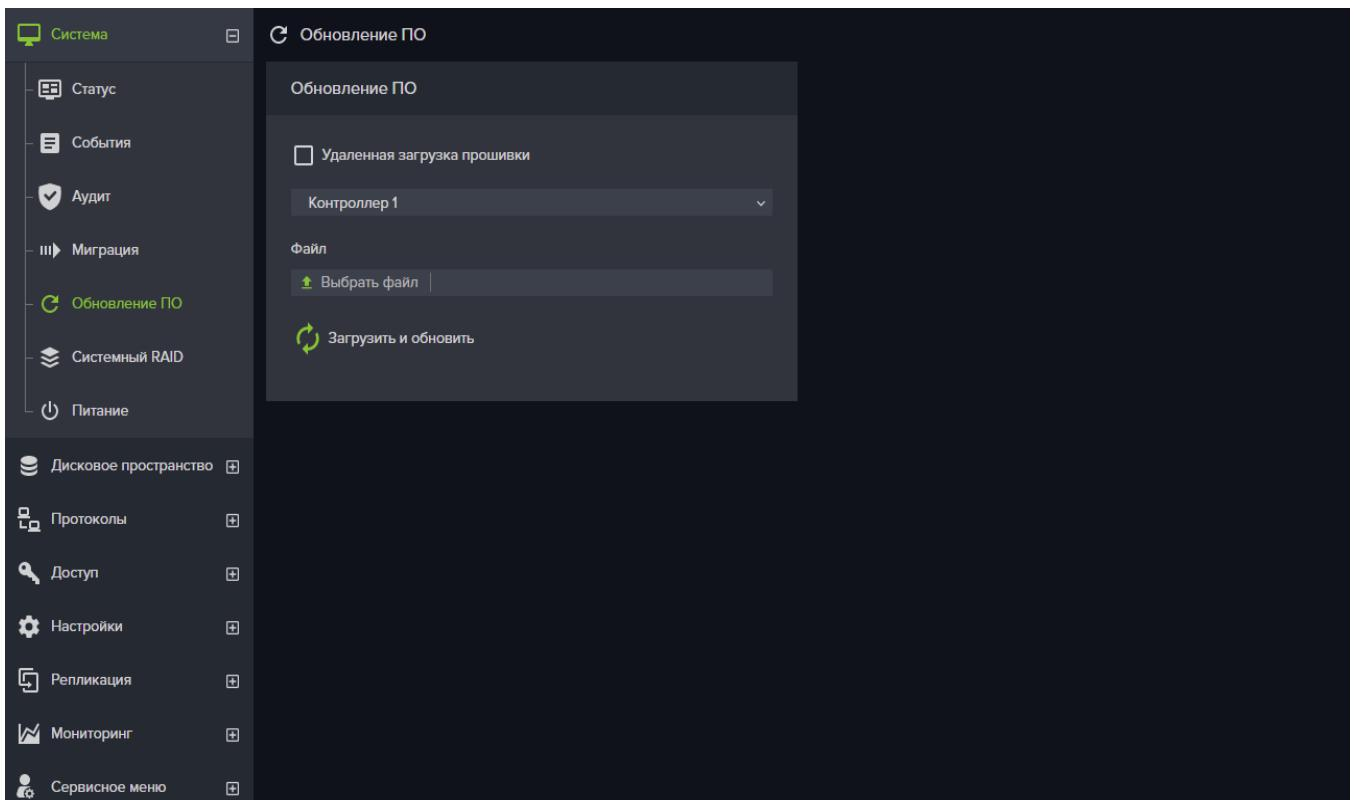

Рисунок 185. Обновление ПО
4. Перейти на вкладку «Система» → «Обновление ПО» (см. Рисунок 185);